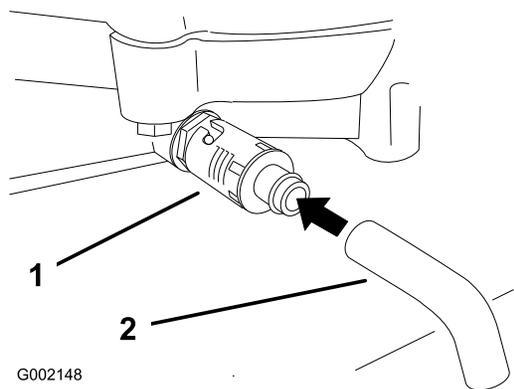

図 19
4. ドレンの下に廃油受けを置く。ドレン・バルブを回して開き、オイルを排出する (図 19)。